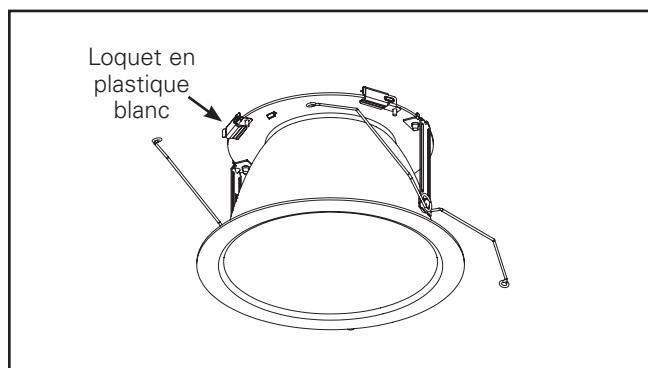

Figure 25.
1. Appuyez sur le loquet en plastique blanc pour retirer le réflecteur supérieur et nettoyer la lentille. (Figures 25 et 26).